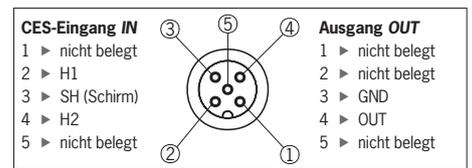

Bild 1: Buchsenbelegung (Blick auf Steckseite)
- ▶ Den CES- oder CEM-/CET-Lesekopf an den CES-Eingang **IN** (Buchse 5-polig M12) anschließen (siehe Bild 1)
- ▶ Den Elektromagneten des CEM-/CET-Lesekopfes an den Ausgang **OUT** (Buchse 5-polig M12 mit Verschlusskappe) anschließen (siehe Bild 1)